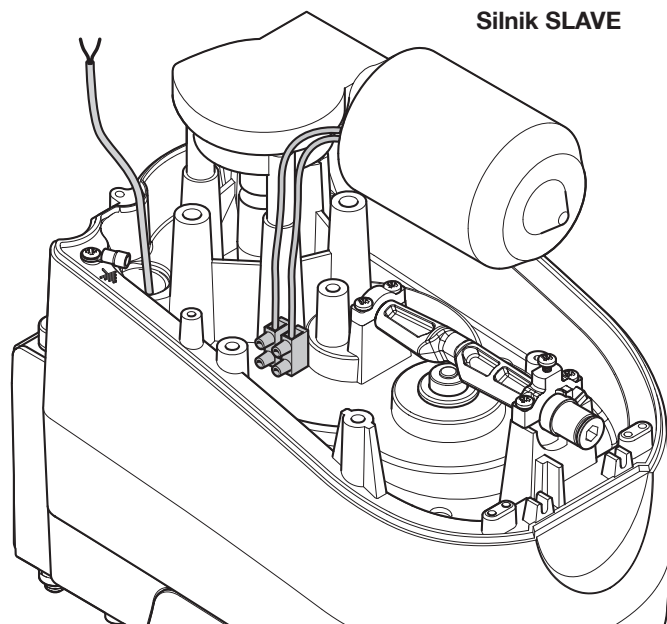

Rys. 22
02. Poluzować przewłokę motoreduktora i wsunąć w otwór przewody kablowe rys. 22;